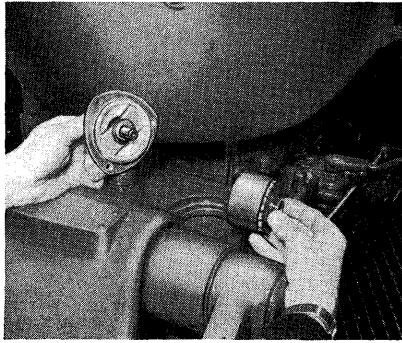

Fig. 31.
2. Aftag det trekantede dæksel oven på hydraulikblokken og udtag hydraulikfilteret som vist i fig. 31. Filterindsatsen og filterskålen holdes sammen af en bajonetlås og skilles ad ved blot at dreje dem mod hinanden. Selve filterindsatsen må ikke skilles ad, men skal renses i benzin med en blød børste. Monter det rensede filter og husk at udvise den største renlighed ved alt arbejde med hydrauliksystemet.